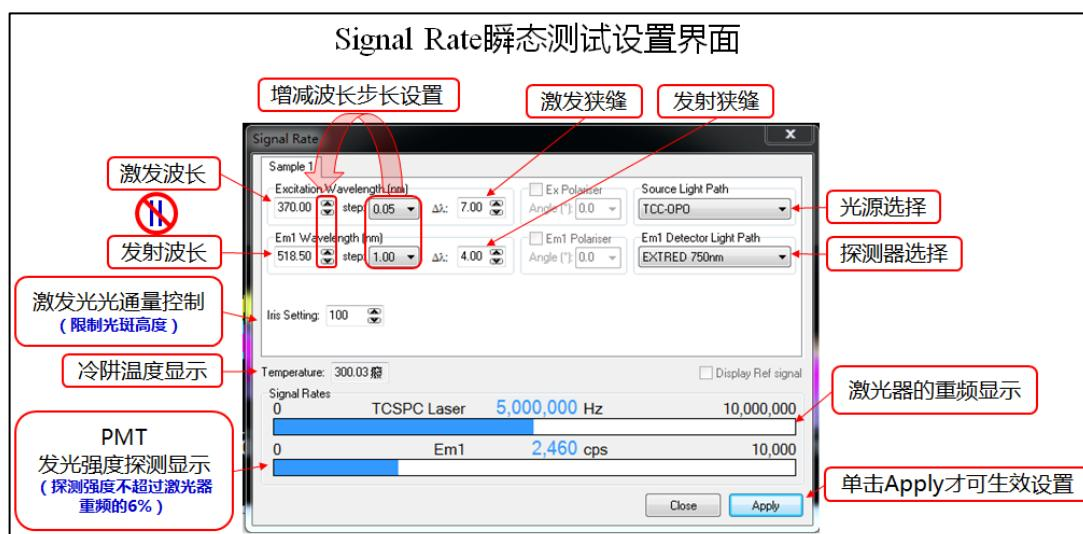

图. 6 Signal Rate 瞬态测试设置界面
4. 点击软件窗口左上角的 Signal Rate 按钮, 进入 Signal Rate 设置窗口 (如附图 6), 先将 Excitation Wavelength 和 Em1 Wavelength 处的 $\Delta\lambda$ 均设置为 0.01, 按回车键(Enter)或者点击 Apply, 再根据测试寿命的长短在 Source 选择合适的光源模式, 探测器根据探测波段进行选择, 然后点击 Apply;